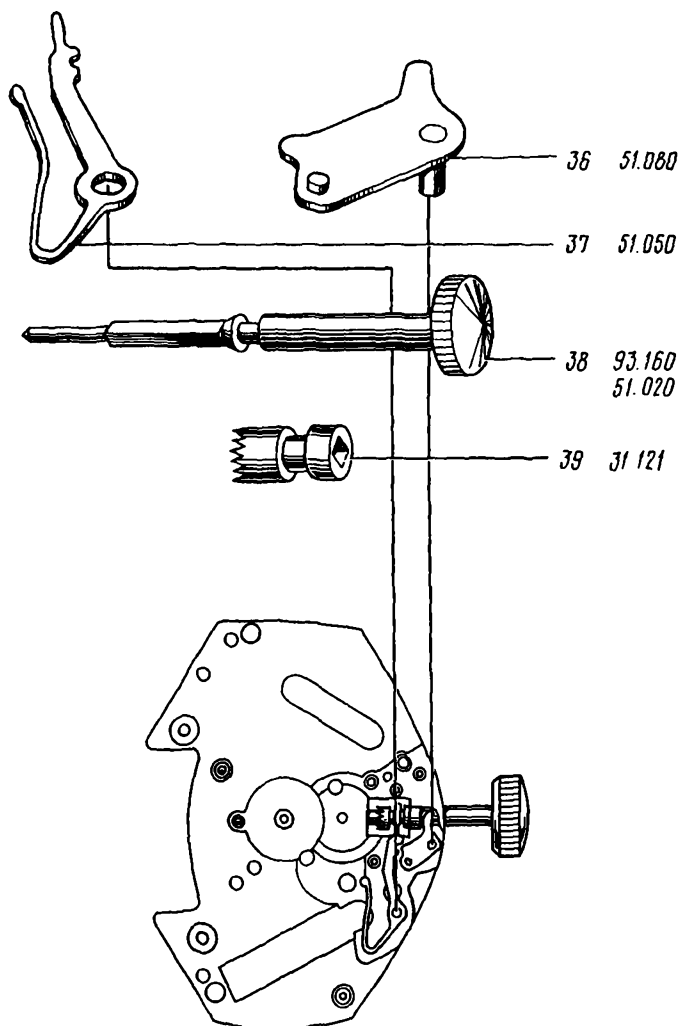

Рис. 102
40. Снять рычаг переводной 36 (рис. 102)